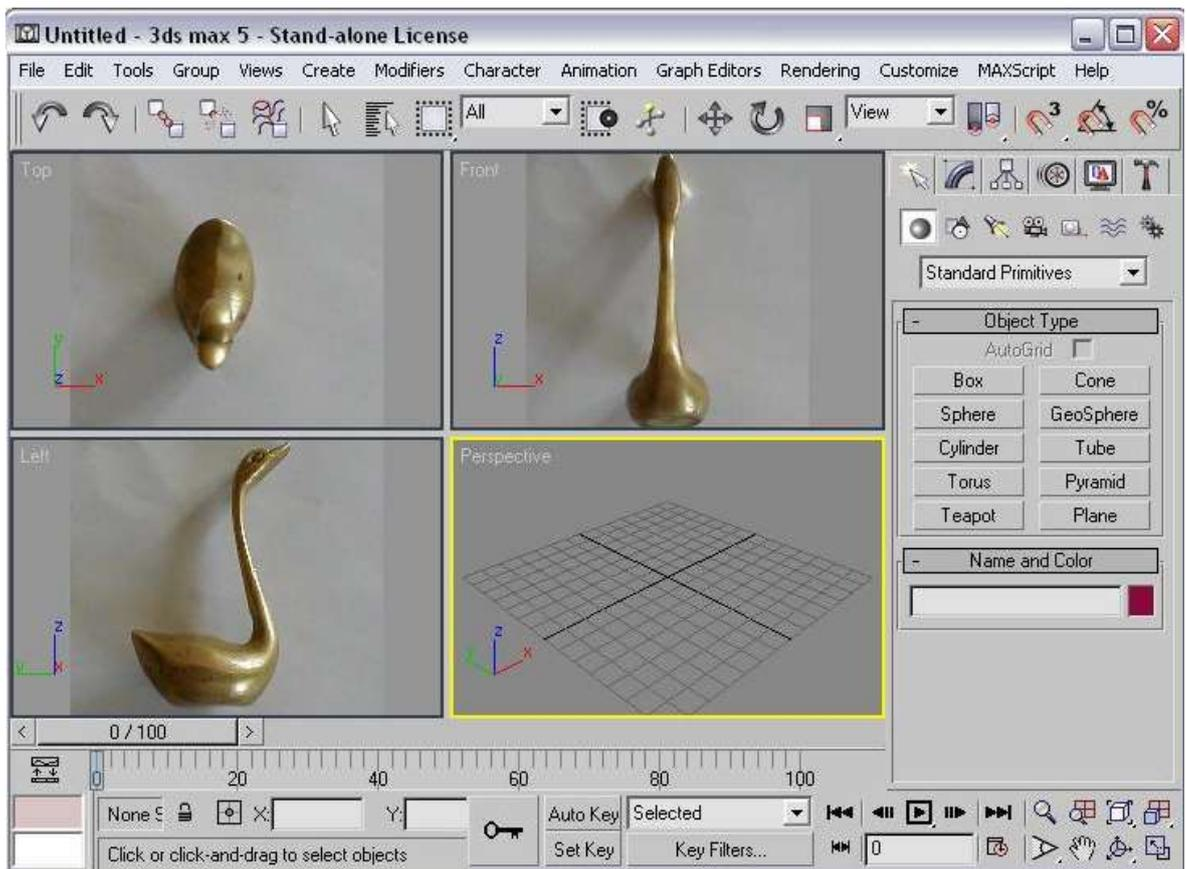

Рис. 7 – Фоновые изображения можно использовать в качестве отправной точки в процессе моделирования объектов
6. Повторите шаги со второго по четвертый для окон проекции Top и Left. На рис. 7 показано окно программы 3ds max с загруженными фоновыми рисунками в окна проекции Front, Top и Left.